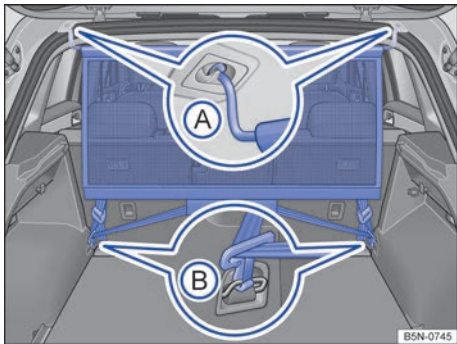
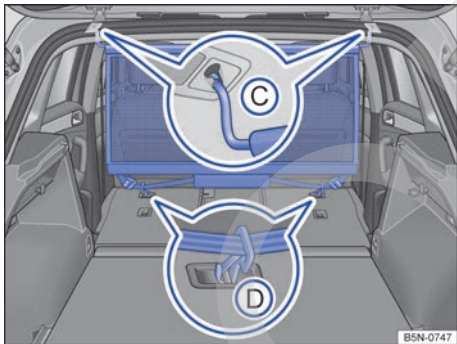

Fig. 207 En el maletero: enganchar la red de separación.
Fig. 208 En el maletero: desmontar la red de separación.
- Enganche la red de separación en el alojamiento trasero izquierdo del techo → **fig. 207 A**.
- Enganche la red de separación en el alojamiento trasero derecho del techo comprimiendo la varilla transversal → **fig. 207 A**.
- Enganche los dos ganchos de la red de separación en las argollas de amarre delanteras del maletero → **fig. 207 B**.
La red de separación está correctamente fijada cuando los extremos están enganchados firmemente en los alojamientos correspondientes → **fig. 207 B**.
- Enganche la red de separación en el alojamiento delantero izquierdo del techo → **fig. 208 C**.
- Enganche la red de separación en el alojamiento delantero derecho del techo comprimiendo la varilla transversal → **fig. 208 C**.
- Enganche los dos ganchos de la red de separación en los alojamientos existentes en la parte posterior del respaldo del asiento trasero abatido → **fig. 208 D**.
La red de separación está correctamente fijada cuando los extremos están enganchados firmemente en los alojamientos correspondientes → **fig. 208 D**.
- Desenganche los ganchos de la red de separación de las argollas de amarre o de los alojamientos → fig. 207 B o → fig. 208 D.
- Desenganche la red de separación del alojamiento derecho del techo → fig. 207 A o → fig. 208 C comprimiendo la varilla transversal.